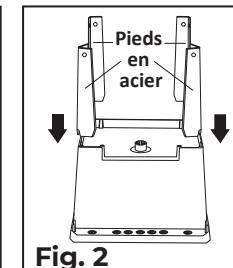

Fig. 2
- Lorsque le bac est toujours à l'envers, insérez les 4 pieds en acier dans chaque douille d'angle (voir la fig. 2).